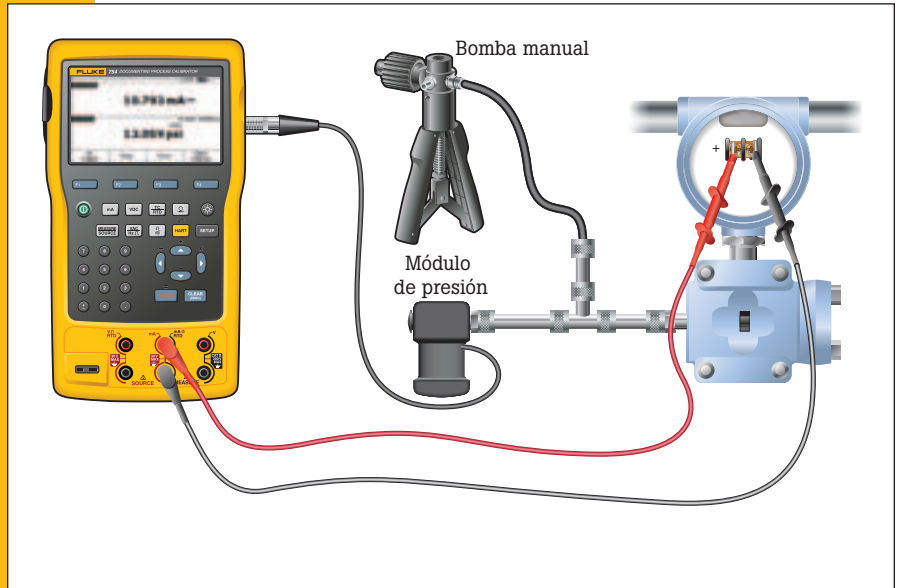

Figura 20.
1. Conecte el módulo de presión al DPC. Conecte la entrada del P a I y la salida de una bomba manual de presión a la entrada del módulo de presión con un conector en T (Figura 20). Si está utilizando un módulo de presión diferencial, asegúrese (para este ejemplo) de que se trata de un módulo de 15 psi y conéctelo a la entrada que tiene la etiqueta "H".
2. Conecte desde el centro dos conexiones de tipo banana del DPC a la entrada del P a I donde se suministra la potencia de bucle (Figura 20).